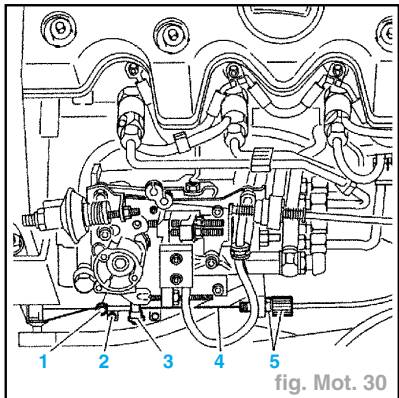

fig. Mot. 30
- Amener le levier (3) en contact avec la vis (2) (fig. Mot. 30).
- Agir sur la vis (2) pour obtenir le régime de ralenti accéléré : $1100 \pm 100 \text{ tr/min}$